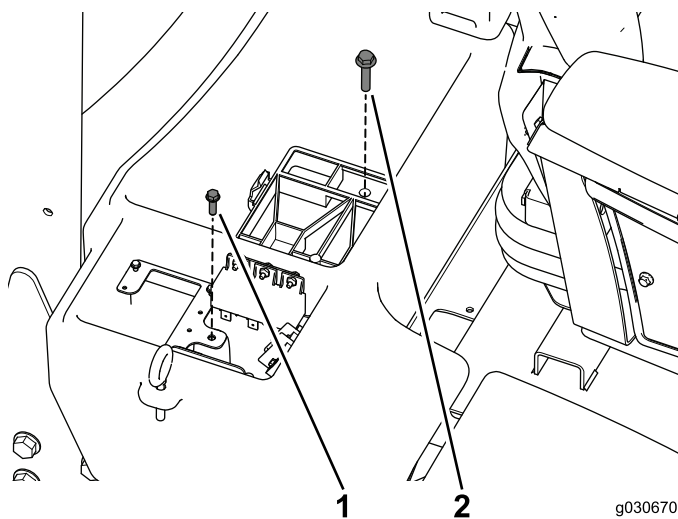

Figura 3
4. Retire o parafuso que prende a placa da cablagem e o parafuso que prende o compartimento da bateria (Figura 3) e coloque-os de lado.